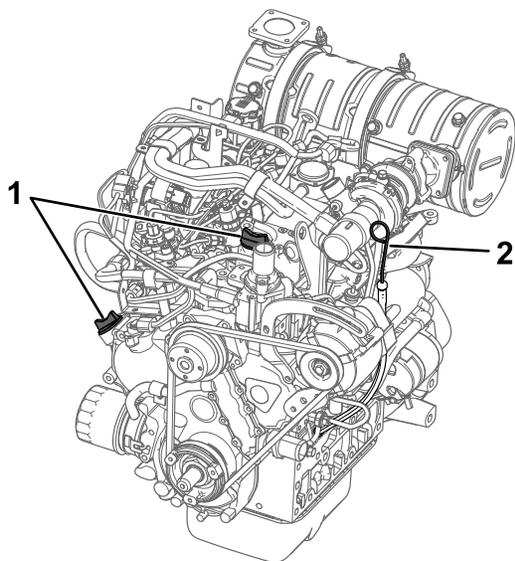

Рисунок 53
4. Очистите зону вокруг масломерного щупа и крышки маслозаливной горловины (Рисунок 53).